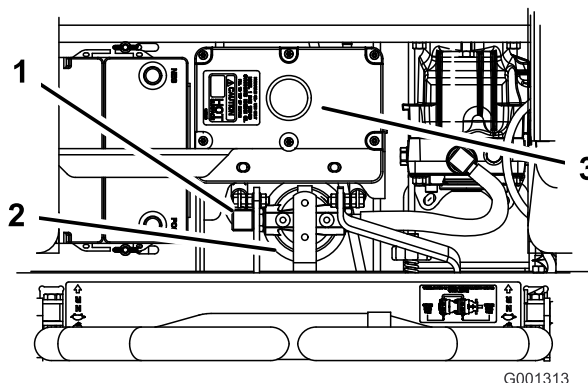

Figura 99
4. Retire a linha hidráulica direita que vem com o adaptador (Figura 99).
6. Instale a linha hidráulica direita no adaptador (Figura 99).